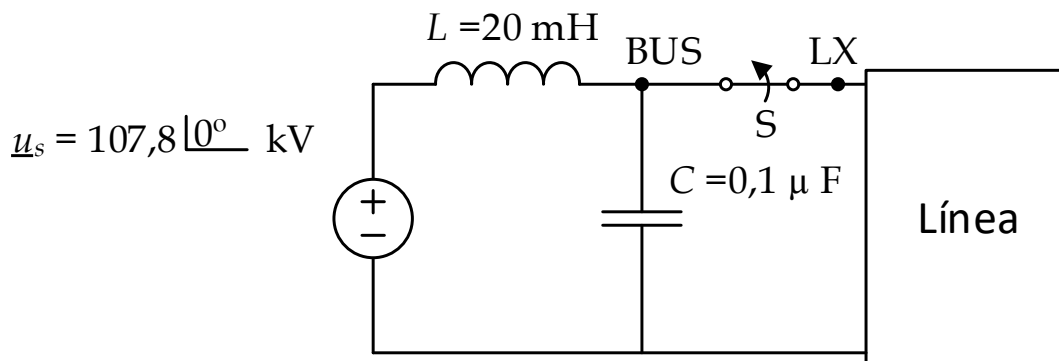

Figura 1
1.- En el sistema representado en la figura 1 se ha producido una falta trifásica en el punto LX (en bornes del interruptor S). De acuerdo con lo estudiado en el capítulo de tensiones transitorias de restablecimiento, con el empleo de un modelo monofásico del sistema, se pide:
2.- Hallar las TTR, de forma analítica y gráfica, en el sistema de la Figura 1 si la falta trifásica se produce en la línea a unas distancias del interruptor de 2 km, 10 km, 20 km y 90 km.